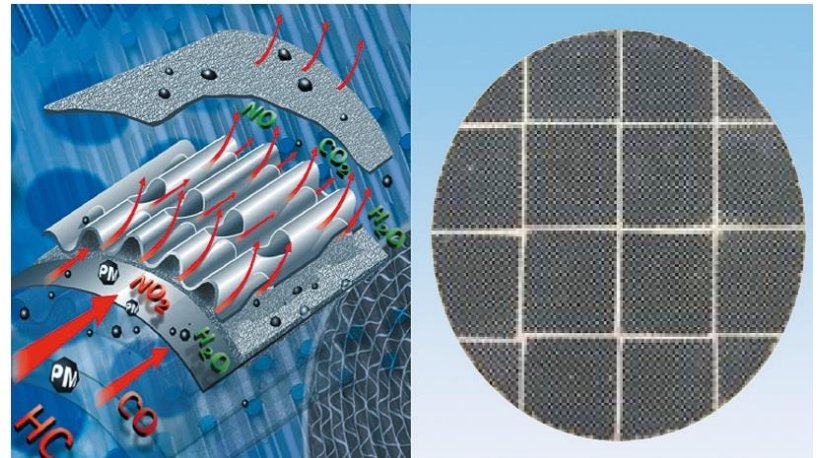

Fig. 49 : filtre à particules en dérivation et filtre à particules en circuit principal
**Filtre pour post-montage (Fig. 49),
Pour le post-montage, on utilise principalement des corps en métal fritté à revêtement catalytique (filtre en dérivation ou filtre ouvert) (Fig. 49), qui, suivant les conditions d'utilisation, ne filtrent que 30 à 70 % du flux des gaz d'échappement. Ces filtres sont régénérés de manière catalytique sans intervention de la centrale de commande du moteur
Filtre à particules d'origine (Fig. 49, filtre en circuit principal).